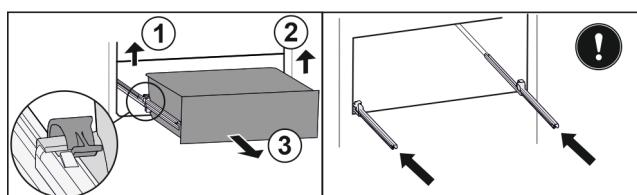

Fig. 102
- ▶ Приподнимите левый зажим и одновременно вытяните движением вперед выдвижной ящик слева. *Fig. 102 (1)*
- ▶ Приподнимите правый зажим и одновременно вытяните движением вперед выдвижной ящик справа. *Fig. 102 (2)*
- ▶ Извлеките выдвижной ящик движением вперед. *Fig. 102 (3)*